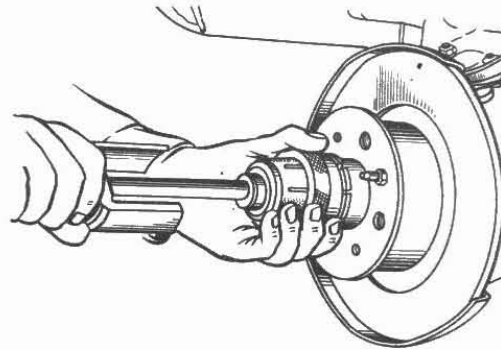

Fig. 4-7. Desmontaje del tapacubos de la rueda con el extractor 67.7801.9514
(fig. 4-7) el tapacubos de la rueda delantera;
- quite el tapacubos de la rueda delantera con el extractor 67.7801.9514 (fig. 4-7);